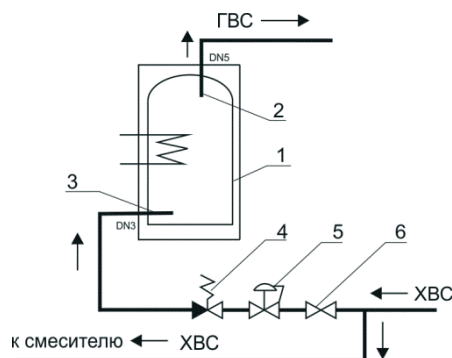

Рис. 2.
- открыть запорный кран поз.6, рис. 2;